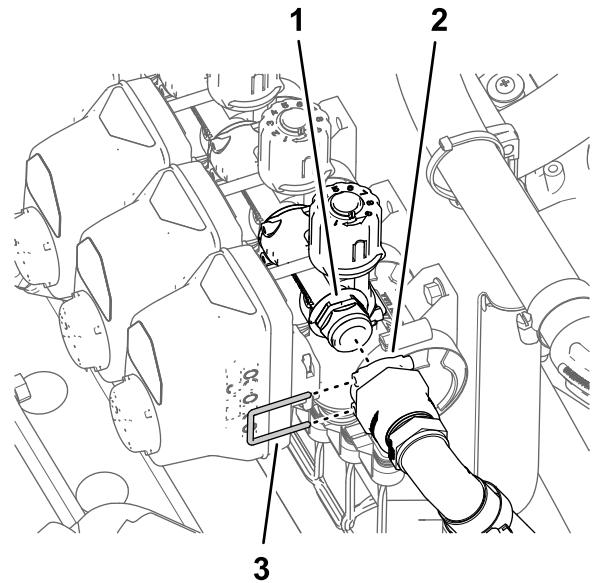

図 113
- バイパスホースのクイックコネクトフィッティングを、ノズルバルブ 10 番のところにあるバイパスバルブにあるクイックディスコネクトフィッティングに取り付ける 図 113。
- バイパスホースおよびバイパスバルブ用のクイックディスコネクトフィッティングを、リテーナで固定する 図 113。